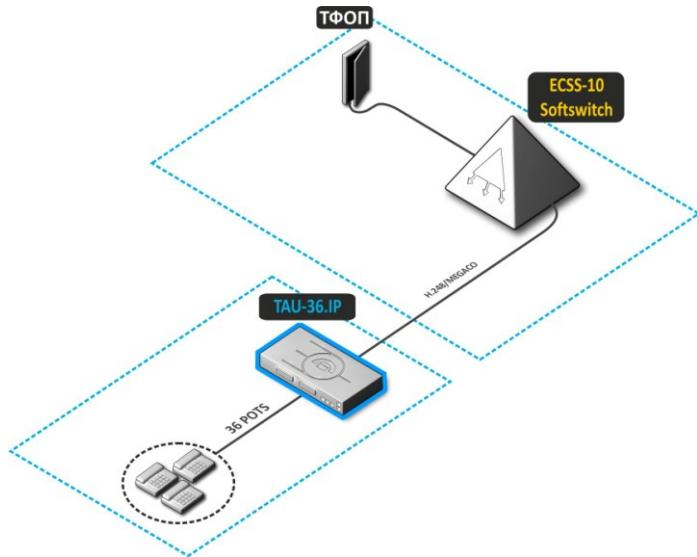

Рисунок 1 – Абонентский вынос TAU-36.IP
1. Абонентский вынос. В этом случае устройство выполняет функции шлюза между аналоговыми телефонными аппаратами и удаленной АТС, рисунок 1.